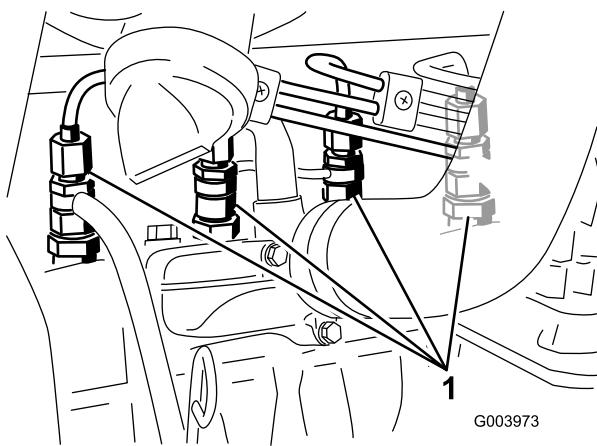

Figura 65
1. Allentate il raccordo dell'ugello numero 1 ed il gruppo portaugelli (Figura 65).